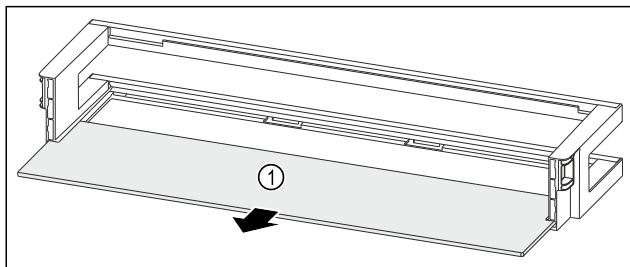

Fig. 194 Ajtópolc tárolólappal
- ▶ Vegye ki a tárolólapot Fig. 194 (1).